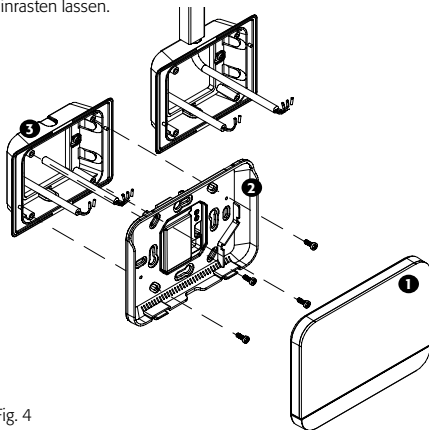

Fig. 4
2. Stellen Sie die elektrischen Anschlüsse, und achten Sie dabei auf die Polarität (Fig. 2) und der Anschlüsse wie in Fig. 4 gezeigt.
3. Stellen Sie die elektrischen Anschlüsse, und achten Sie dabei auf die Polarität (Fig. 2) und der Anschlüsse wie in Fig. 4 gezeigt.